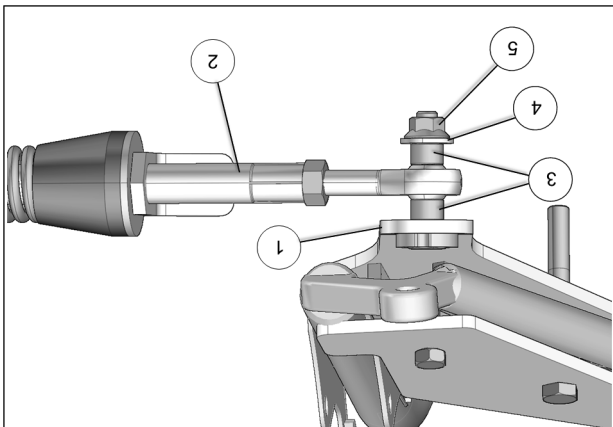

Fig. 20
8. Fixer le bras stabilisateur (2) à l'ancrage de suspension (A1) à l'aide des deux coussinets coniques (A5), du boulon (A3) et de l'écrou autobloquant (A6). Serrer à un couple de 70 N•m [52 lb•pi]. Voir la Fig. 20